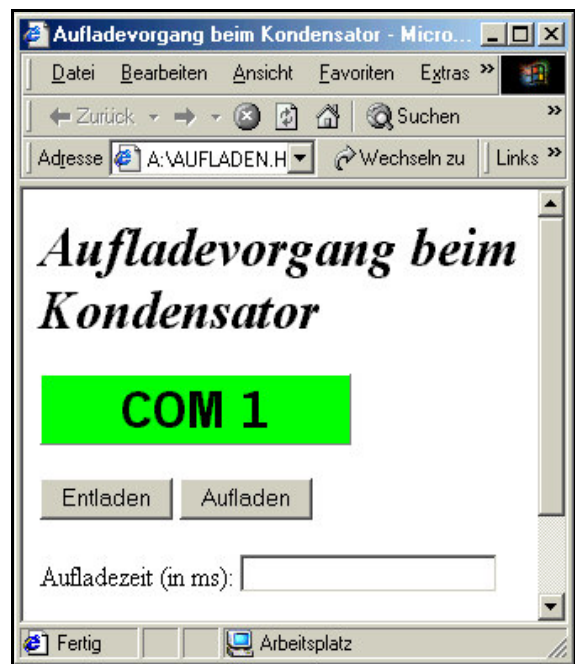

Abb. 6: Zu Aufgabe 1
1. Erstelle ein Dokument wie in Abb. 6 und gib die zugehörigen Funktionen ein. Baue die Schaltung auf: Benutze einen 47 μF -Kondensator und einen 5,6 k Ω -Widerstand (Farbcode grün-blau-rot). Schließe die Platine mit dem fertigen Aufbau an die serielle Schnittstelle an und teste das Programm. Stimmen die Ladezeiten immer überein?